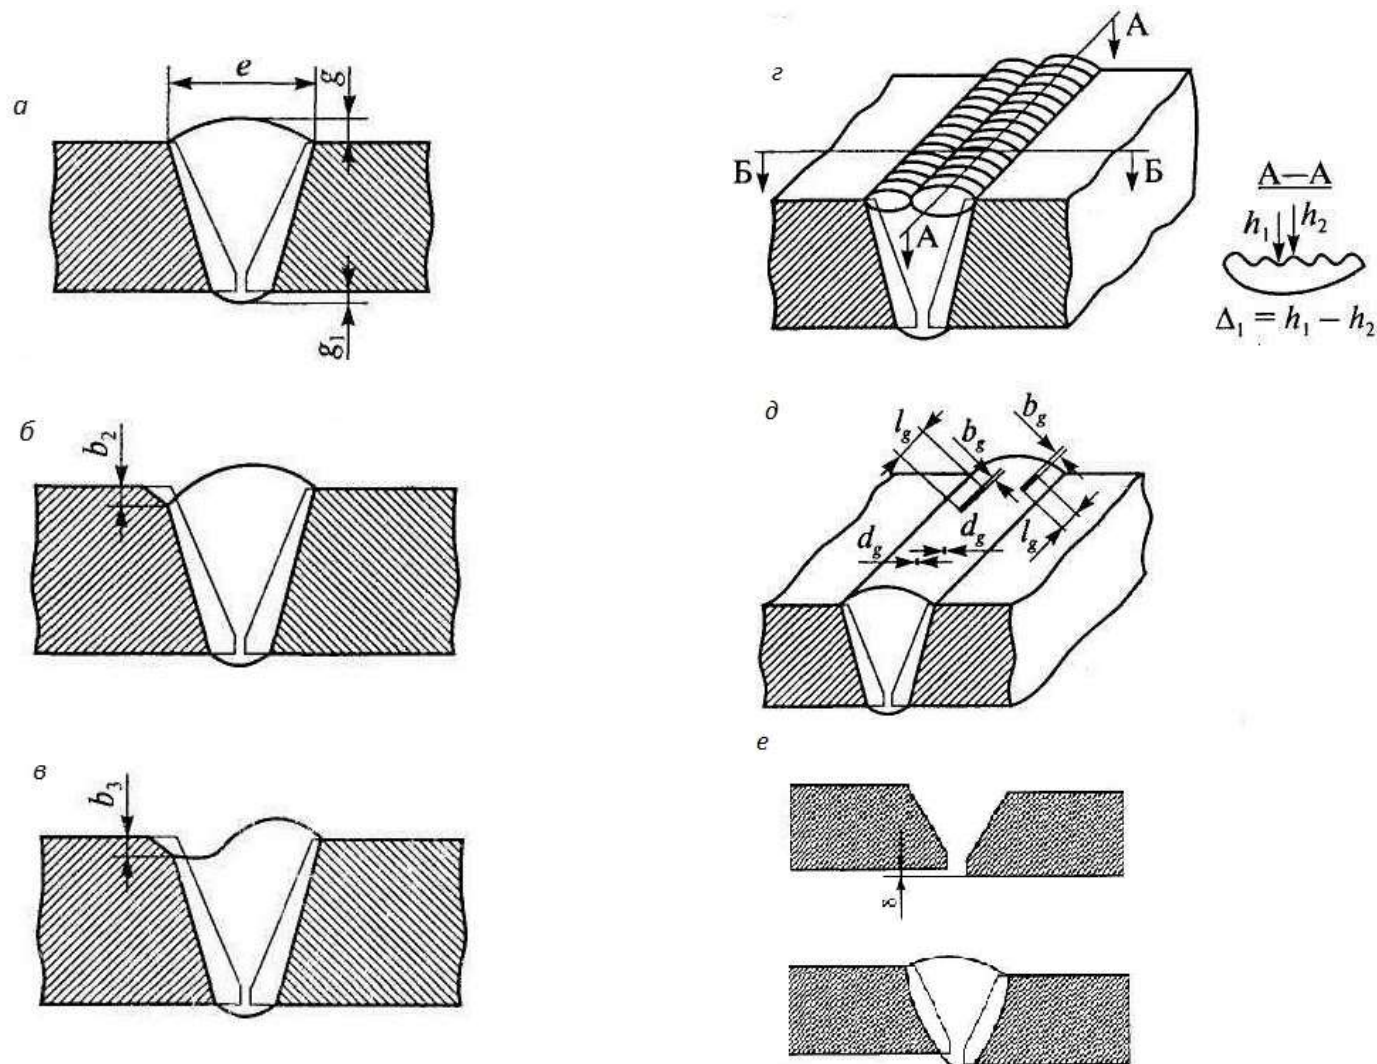

Рис. 1. Конструктивные элементы и дефекты сварного шва, подлежащие измерительному контролю
- Измеряемые параметры и требования к выполнению измерительного контроля сварных швов приведены на рис. 1 и в табл. 1.